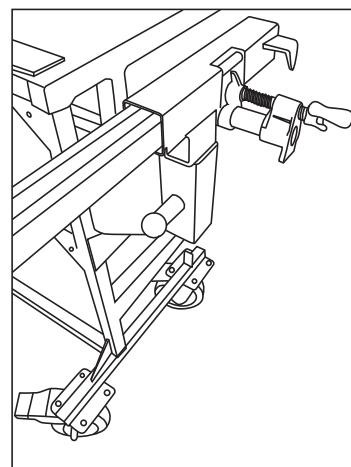

Fig. 2
2. Para utilizar el ensamblaje de la prensa de velocidad (9) para cortar varillas. Coloque la varilla de $\frac{7}{8}$ " o 1 - $\frac{5}{8}$ " en el soporte de varilla. Ubique la varilla en la posición correcta para realizar el corte deseado. Ajuste la prensa de velocidad (9) girando con la manivela el asa hasta que quede ajustada. La varilla ahora está lista para que se pueda cortar de manera segura (Fig. 2).